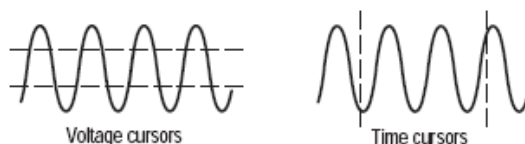

Figura 60: Tipos de cursor
- Cursores (*Cursor*): seleciona o tipo de cursor (tensão, tempo ou desligados), a origem (canal CH1 ou CH2) e cursores 1 e 2 (posição de cada cursor). Se o cursor é de tensão, a referência é o terra (GND, 0V). Se o cursor é de tempo, a referência é o ponto de *trigger*. A Figura 60 apresenta os tipos de cursor. Utilize as Teclas de múltipla função para selecionar as opções desejadas (canal, tipo).